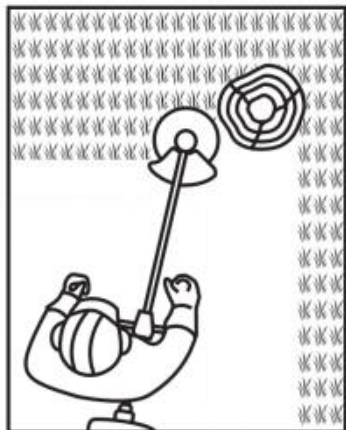

Fig. 48
2. Prestare particolare attenzione quando si esegue il lavoro in prossimità di alberi e cespugli. La testa di taglio potrebbe danneggiare la corteccia sensibile e danneggiare i pali della recinzione (Fig. 48).